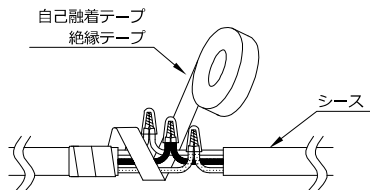

図2
- 結線部分には、図2のように自己融着テープおよび絶縁テープなどを使用して十分に絶縁、防水処理を行ってください。処理が不十分の場合、感電、火災、不点灯の原因となります。